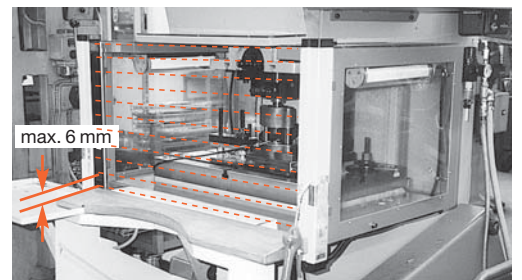

Fig. 7: il doit être impossible d'accéder à la zone dangereuse par-dessus, par-dessous ou par les côtés du barrage immatériel.
- barrage immatériel avec photocellules (Fig. 7)
### 11 Lorsque le barrage immatériel est en service, est-il impossible d'atteindre l'outil avec les doigts en passant par-dessus ou par-dessous les faisceaux? (Fig. 7)